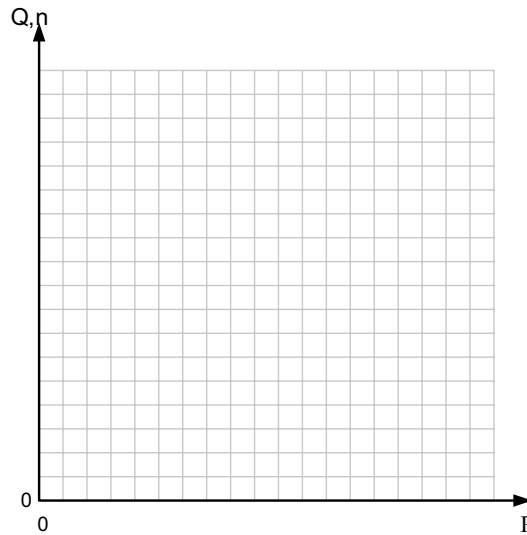

Figura 6.2. Gráfica del gasto contra la presión.
12. Elaborar las gráficas Q respecto a P (el gasto en el eje de las ordenadas y la presión en el eje de las abscisas), en el espacio de la figura 6.2, también graficar la eficiencia contra P. Usar una escala apropiada para cada caso.
1. ¿Qué indica la gráfica de la figura 6.2?